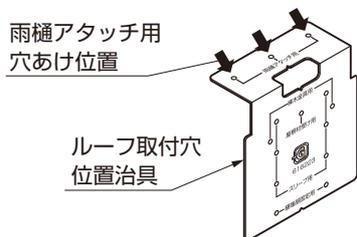

図11-18
- ①ルーフ取付位置治具を樋にあてて、ポンチ等でケガキ、ドリルで水抜き穴φ36と雨樋アタッチメント取付穴φ3.5をあけてください。（図11-18、11-19、11-20参照）